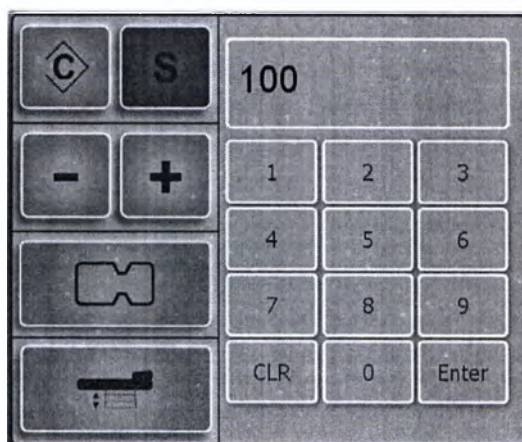

Рисунок 2-7: Окно для предварительной установки счетчика обратного действия
- Окно для предварительной установки счетчика обратного действия (Рисунок 2-7)
Данная кнопка позволяет установить первоначальное значение счетчика обратного действия в режиме обратного отсчета (Countdown) и внести изменения в режиме прямого отсчета (Countup). В режиме обратного отсчета значением по умолчанию является 3000. Для изменения данного значения нажмите кнопку установки счетчика обратного действия. Появится новое окно с цифровой клавиатурой (Рисунок 2-7). Напечатайте новое значение и нажмите кнопку Enter (Ввод) для возврата в основной экран. Для установки режима прямого отсчета оставьте цифровое поле незаполненным или наберите «0», нажмите кнопку Enter для возврата в основной экран.
Время / дата Дисплей	Дважды нажмите для перехода в экран времени. (Рисунок 2-7).